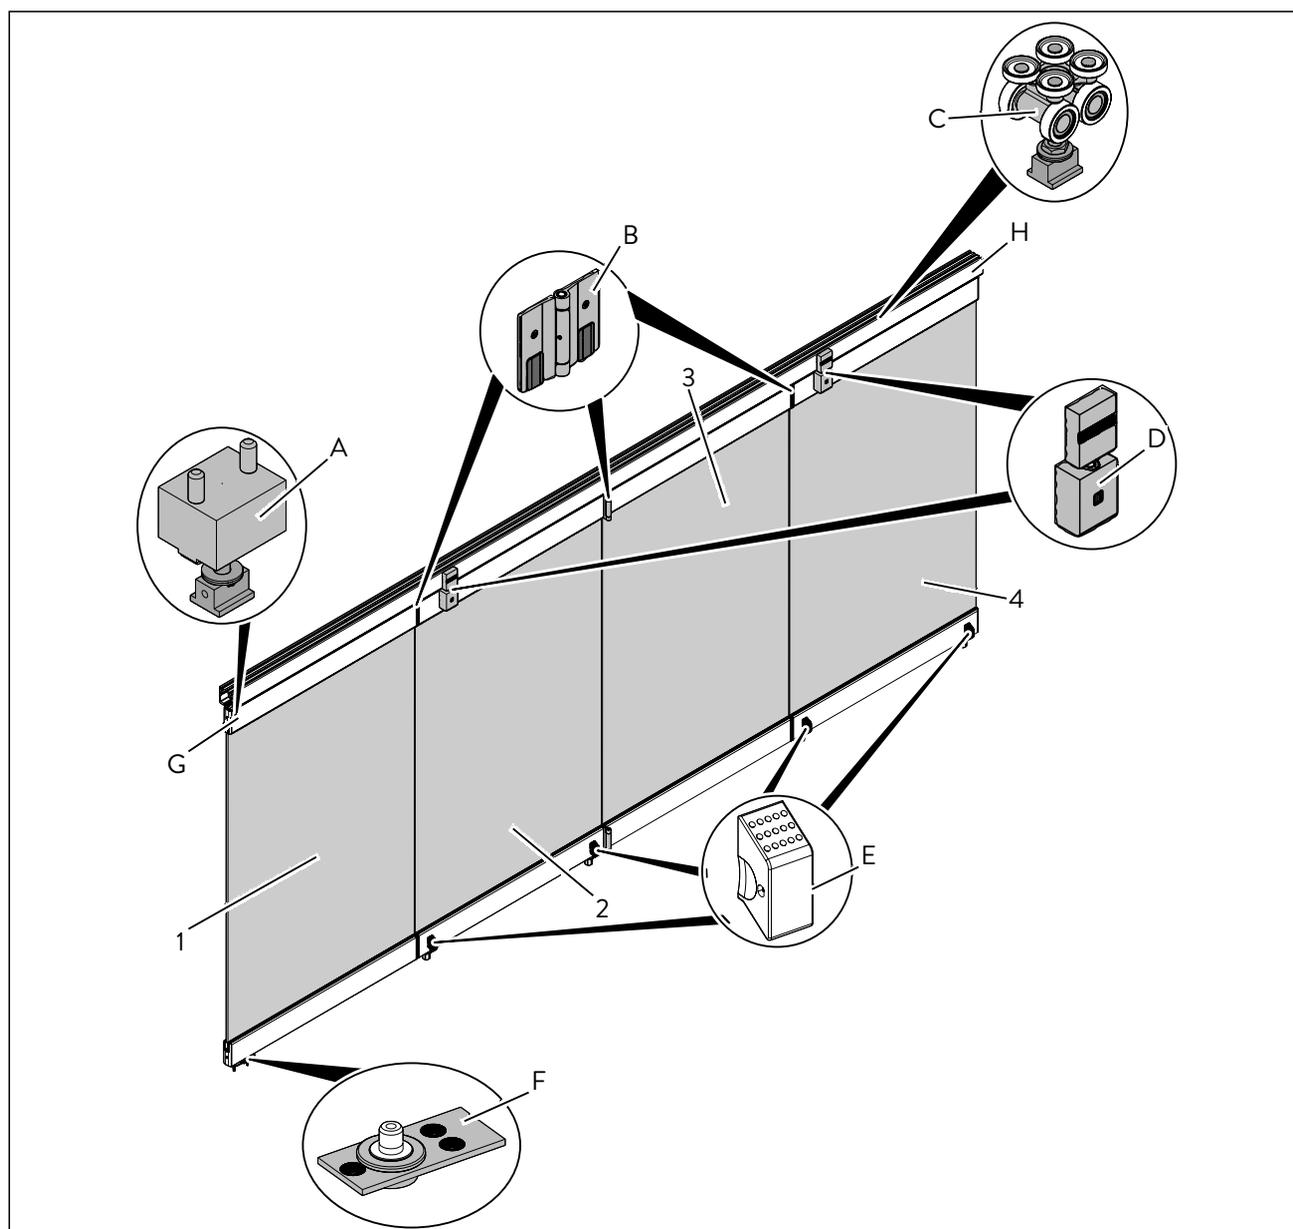
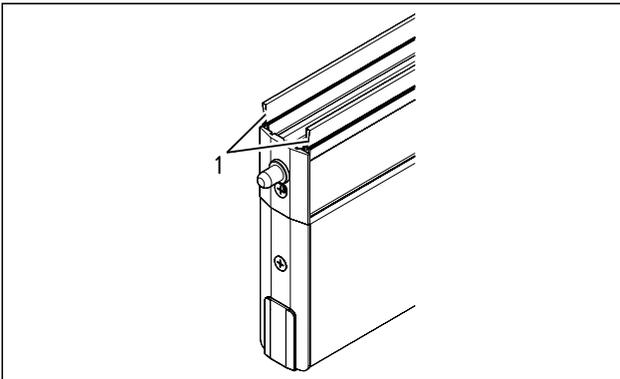

Abb. 1 Übersicht Faltschiebewand (Beispielausführung)
Abb. 2 Bürstendichtungen
- Grundflügel (Abb. 1/1)
- Faltflügel (Abb. 1/2 – 4)
- Faltflügel (Abb. 1/2)
- Klappgrundflügel (Abb. 1/3)
- Klappflügel (Abb. 1/4)
- Oberes Drehlager (Abb. 1/A)
- Faltband (Abb. 1/B)
- Laufrolle (Abb. 1/C)
- Obere Feststeller (Abb. 1/D)
- Frontfeststeller (Abb. 1/E)
- Bodenlager (Abb. 1/F)
- Türschiene (Abb. 1/G)
- Laufschiene (Abb. 1/H)
Die Faltschiebewände (Abb. 1) FSW EASY Safe und FSW EASY Safe-C/-C-Plus sind für den Innenbereich geeignet.
Die Flügel (Abb. 1/1 – 4) sind in der Laufschiene (Abb. 1/H) eingehängt. Die Falzflügel werden paarweise geöffnet. Die Faltschiebewand kann je nach Anlagen-Typ in eine oder in beide Richtungen geöffnet werden. Der Grundflügel (Abb. 1/1) ist der erste Flügel in der Anlage und ist fest montiert. Der Grundflügel kann nicht verschoben werden. Dieser ist bei der Variante FSW EASY Safe-C/-C-Plus halb so breit (halbe Flügelbreite + Drehpunkt 65 mm) wie die anderen Flügel. Die geöffneten Falzflügel werden bei der Variante FSW EASY Safe-C/-C-Plus zusätzlich mit Magneten gekoppelt.
Die Falzflügel sind mit Falzbändern (Abb. 1 Abb. 1/B) verbunden. Bürstendichtungen (Abb. 2/1) schließen die Spaltöffnung zwischen der Türschiene und der darüber montierten Laufschiene ab.